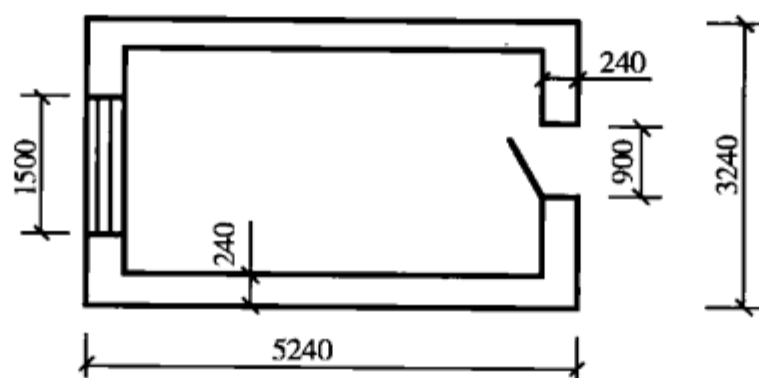

图 5-15 房间内墙裙油漆工程量计算示意图
**【例 16】** 求如图 5-15 所示房间内墙裙油漆的工程量。已知墙裙高 1.5m,窗台高 1.0m,窗洞侧油漆宽 100mm。